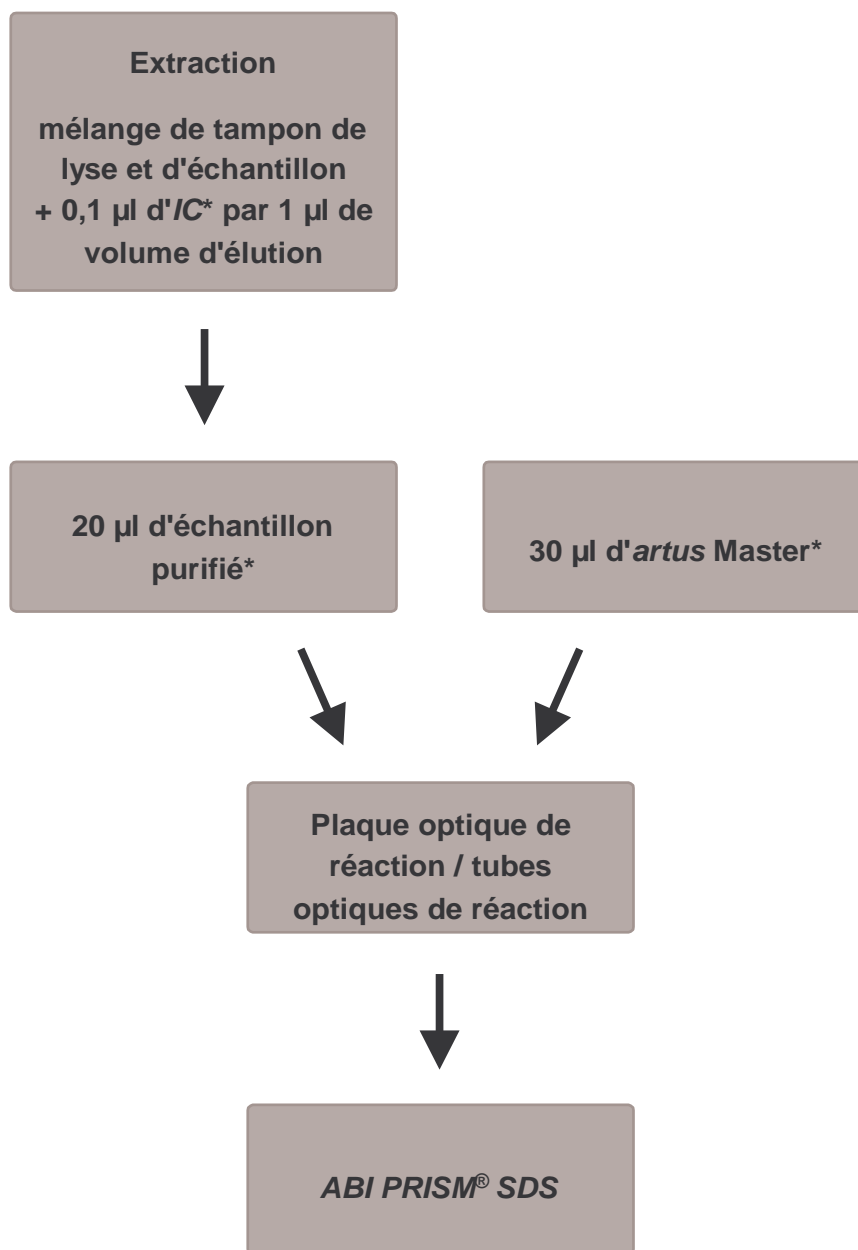

Fig. 1 : Processus d'addition du *Contrôle interne* pour contrôler l'étape d'extraction et une éventuelle inhibition de la PCR.
Un *Contrôle interne* (VZV TM IC) est inclus dans le kit. Celui-ci vous permet de contrôler **aussi bien la procédure d'extraction d'ADN qu'une éventuelle inhibition de la PCR** (voir Fig. 1). En cas d'utilisation de la trousse **EZ1 DSP Virus Kit**, le *Contrôle interne* doit être ajouté selon les instructions du manuel *EZ1 DSP Virus Kit Handbook*. En employant le **QIAamp UltraSens Virus Kit** ou le **QIAamp DNA Mini Kit**, ajouter le *Contrôle interne* dans un rapport de 0,1 μ l par 1 μ l de volume d'élution pendant la procédure d'extraction. Utiliser par exemple le kit **QIAamp DNA Mini Kit** et éluer l'ADN dans 200 μ l de tampon AE, puis utiliser 20 μ l de *Contrôle interne*. Si par exemple l'élution est de 100 μ l, utiliser par conséquent 10 μ l. La quantité de *Contrôle interne* utilisée dépend **uniquement** du volume d'élution. Le *Contrôle interne* et l'ARN entraîneur (voir **8.1 Extraction de l'ADN**) peuvent seulement être ajoutés
8.2 Contrôle interne). Utiliser dans ce cas le tableau de pipetage suivant (voir également la représentation schématique à la Fig. 1) :